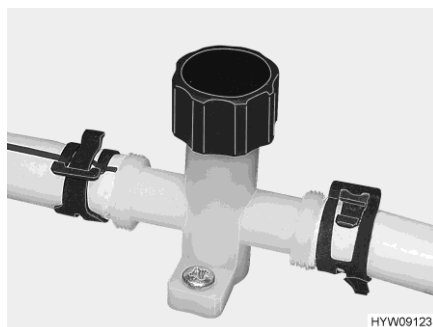
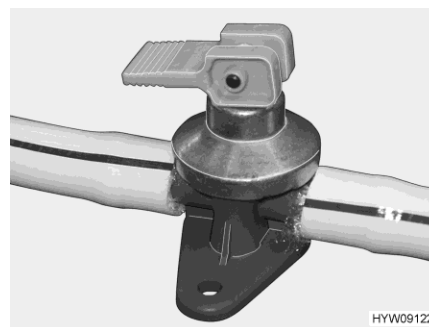

Fig. 161 Rubinetto di scarico (tubatura dell'acqua)
Fig. 162 Rubinetto di scarico (boiler Alde)
- Chiudere i rubinetti di scarico. Ruotare i coperchi (Fig. 161) in senso orario e posizionare la leva a bilanciere (Fig. 162) in posizione orizzontale.
- Aprire i rubinetti di scarico. A questo scopo, ruotare il coperchio (Fig. 161) in senso antiorario e posizionare verticalmente la leva a bilanciere (Fig. 162).